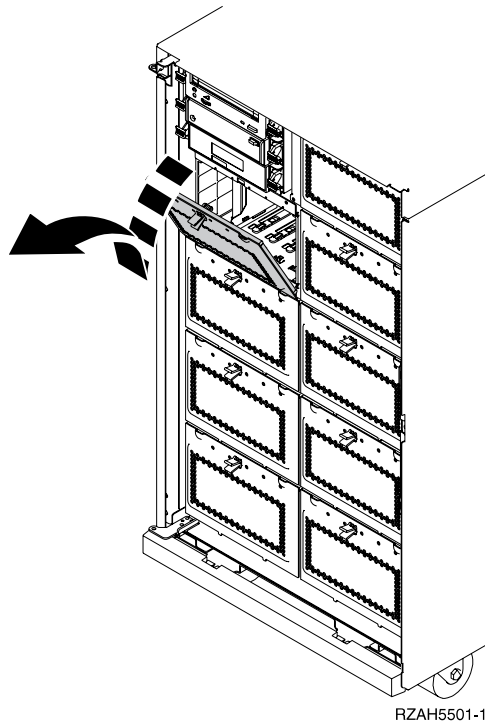

Figure 35. Retrait du cache du boîtier de l'unité de disques
- ___ 1. Comme illustré à la figure 35 à la page 44, retirez le cache du boîtier de l'unité de disques.